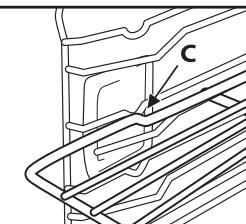

Fig. 3
3. Houd het rooster weer horizontaal en duw tot het helemaal in de oven zit "C" (Fig. 3).